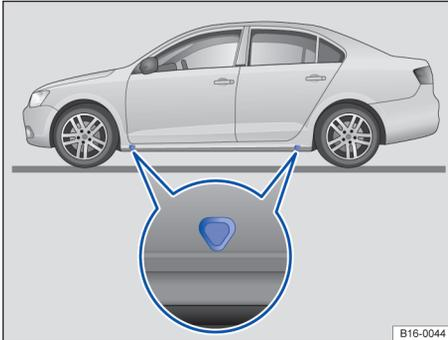

Fig. 188 Puntos de apoyo para el gato.
El gato sólo se debe colocar en los puntos que se indican (marcas en la carrocería) ⇒ fig. 188. El punto de apoyo válido es el que se encuentra junto a la rueda correspondiente ⇒ ▲.
5. Busque debajo del vehículo el punto de apoyo ⇒ fig. 188 para el gato que se encuentre más próximo a la rueda que vaya a cambiar.